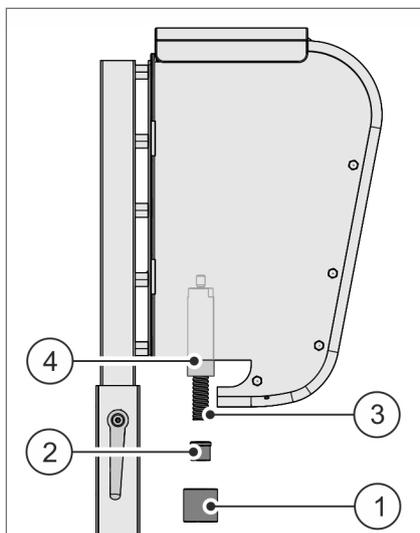

Abb. 61 Verkorkerkopf demontieren
03. Feder **Abb. 61/③** und Kronkorkenhalter **Abb. 61/②** in der richtigen Reihenfolge in den Verkorkerstempel **Abb. 61/④** einsetzen.
04. Verkorkerkopf **Abb. 61/①** durch Drehen im Uhrzeigersinn am Verkorkerstempel handfest anziehen.